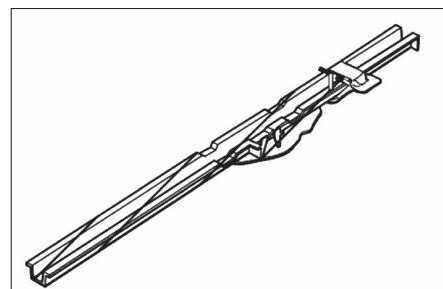

FIG. 71
- Reporter la ligne de coupe sur la pièce neuve et découper la zone hachurée (Fig.71).